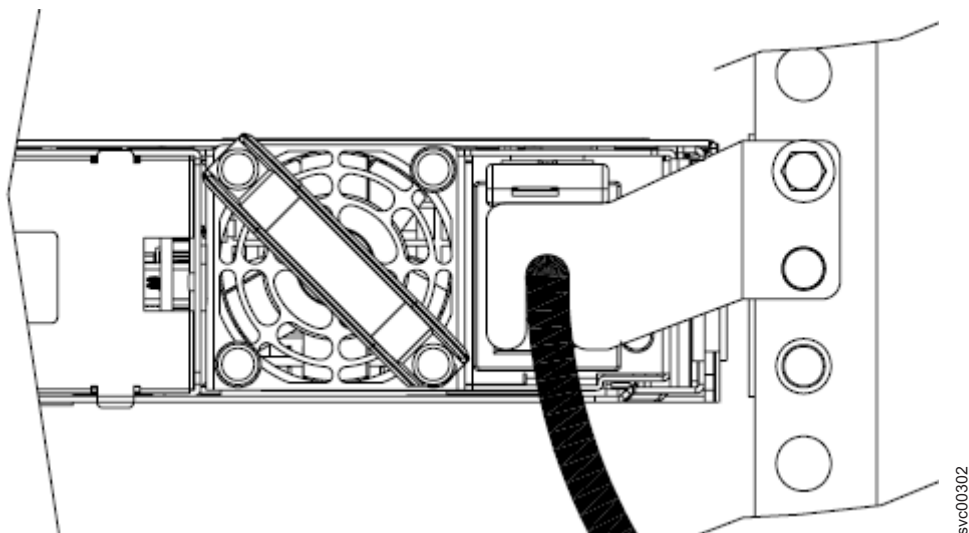

図 31. ケーブル保持ブラケット・タイプ B が取り付けられている SAN ボリューム・コントローラー 2145-8G4
2. 52 ページの図 31 に示すように、キャビネット背面で、電源機構の隣にあるノードのサイド・レールから固定ボルトを取り外します。